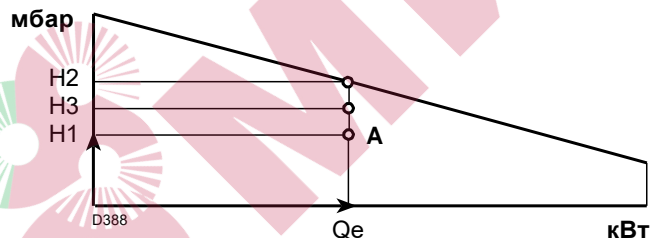

Рис. 37
- 4-Провести вертикальную линию из точки A, Рис. 37, и найти максимальное давление H2 рабочего диапазона.
Если H3 больше H1, как на Рис. 37, то горелка может производить требуемый расход.